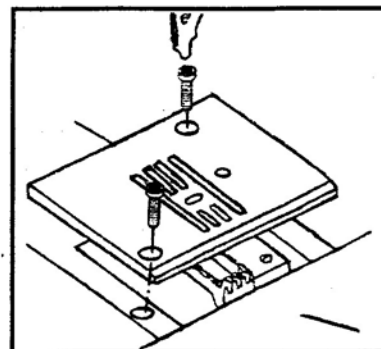

Fig. 1
### **Punto recto triple Fig. 1.**
- Ajustar el botón selector del largo de la puntada en la posición. See Fig. 1.
Turn the handwheel until the needle is fully raised. Open the hinged front cover and unscrew the needle plate screw with the screw driver. (Fig. 1)
Girar el volante hasta que la aguja este en el punto más alto. Abrir la tapa con charnela y sacar el tornillo de la placa de aguja por el destornillador. (Fig. 1)